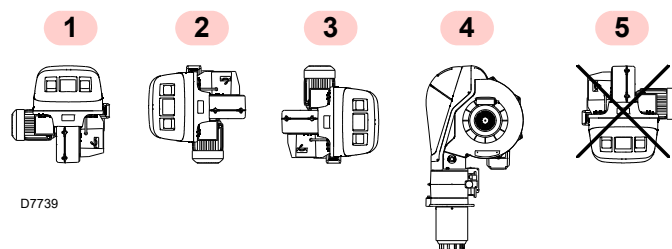

Fig. 9
- Arzătorul a fost pregătit exclusiv pentru funcționare în pozițiile 1, 2, 3 și 4 (Fig. 9).